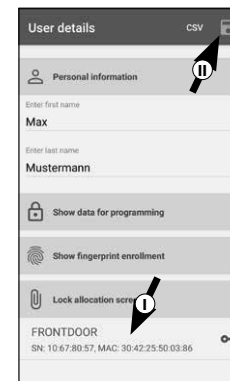

Abb. 56
- ② Weisen Sie danach einen Zylinder zu, indem Sie ihn in der Liste der bereits registrierten Zylinder antippen (I) (Abb. 56).
- ③ Speichern Sie Ihre Einstellungen durch Antippen des Diskettensymbols oben rechts (II) (Abb. 56).
- ④ Dem Benutzer wurde innerhalb der KeyApp nun Benutzercode und das ausgewählte Schloss zugewiesen. Damit Zylinder und Tastatur diese Informationen ebenfalls erhalten, muss der Programmierungsvorgang gestartet werden. Die Beschreibung hierzu finden Sie im Kapitel „Programmierung/ Aktualisierung von Zylinder und Tastatur“ auf Seite 12.